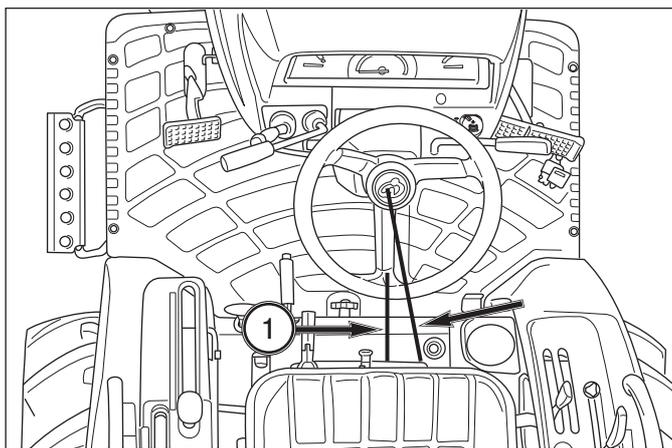

FIG. 6-41
**FIG. 6-41:** La direction ne doit pas présenter un jeu excessif au volant. Le jeu maximum est d'environ 30 à 60 mm mesuré à l'extérieur de la couronne du volant comme indiqué à «X».